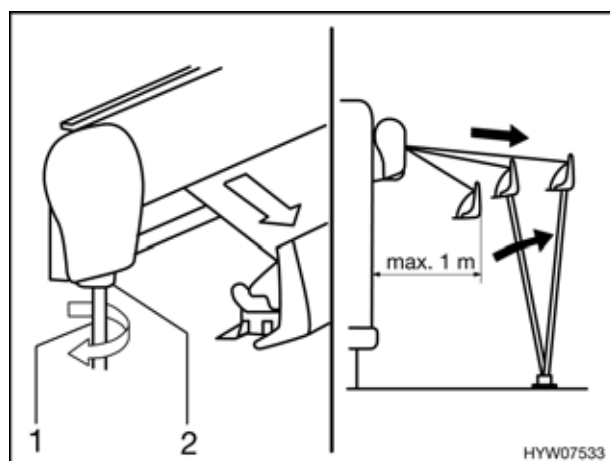

Fig. 35 Estrazione della tenda
- Inserire la manovella (Fig. 35,1) nel supporto a baionetta (Fig. 35,2) della tenda e girarla in senso antiorario.